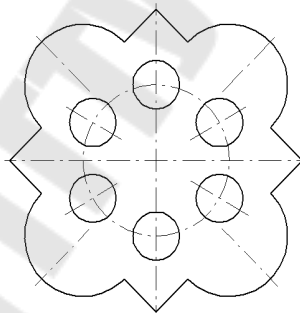

Рис. 50
8. Построить окружность радиусом 30 мм осевой линией (рис. 50), разделить ее на шесть частей. Из полученных точек как из центров построить шесть окружностей $R5$.